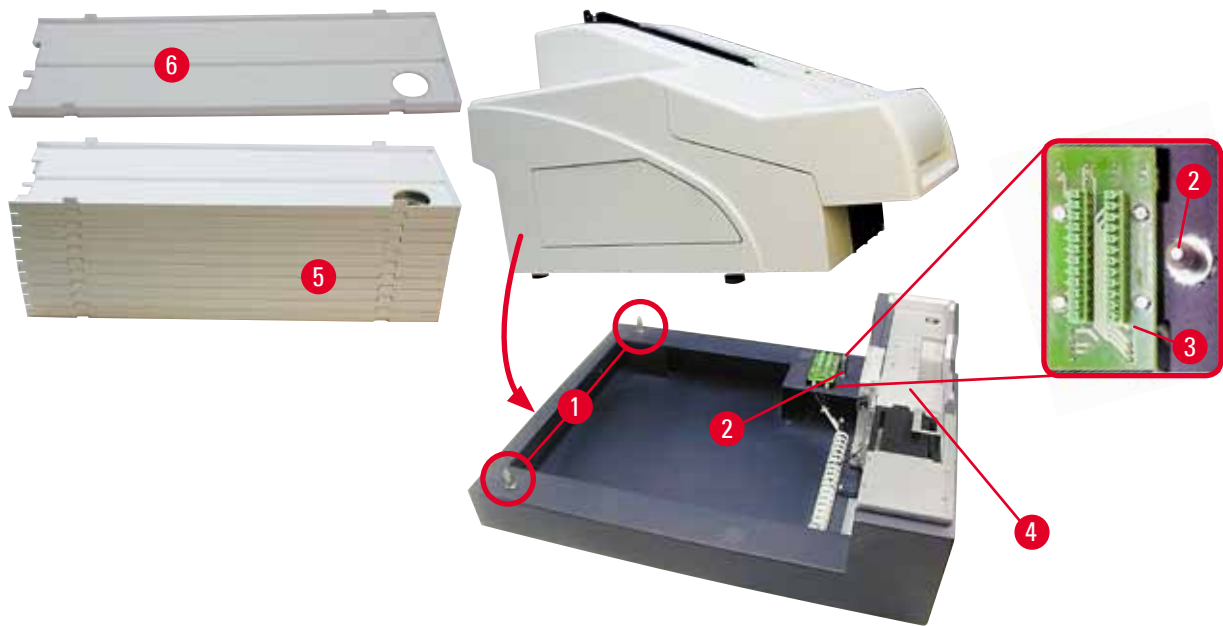

Abb. 12
- Den Drucker seitlich (rechts und links) fassen und wie in (→ "Abb. 12-1") dargestellt so aufsetzen, dass die zwei Bolzen an der Rückseite (→ "Abb. 12") in die Bodenplatte passen.